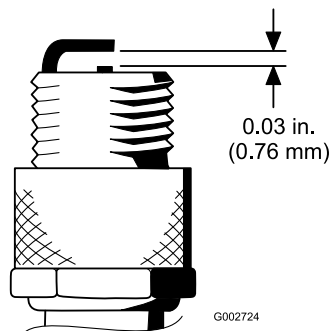

図 27
4. エアギャップを 0.76 mm に調整する(図 27)を参照。正しく調整された点火プラグをガスケットシールと共にエンジンに取り付け、 $23 \text{ N} \cdot \text{m} \ 2.3 \text{ kg} \cdot \text{m} = 200 \text{ in} \cdot \text{lb}$ にトルク締めする。トルクレンチがない場合は十分に締め付ける。